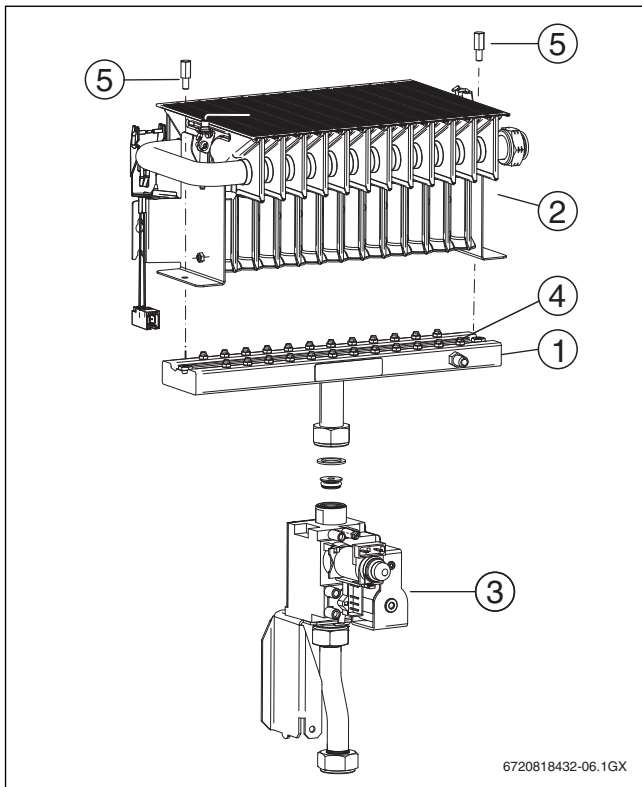

Bild 33
- ▶ Die 2 Schrauben [5] lösen (→ Bild 33).